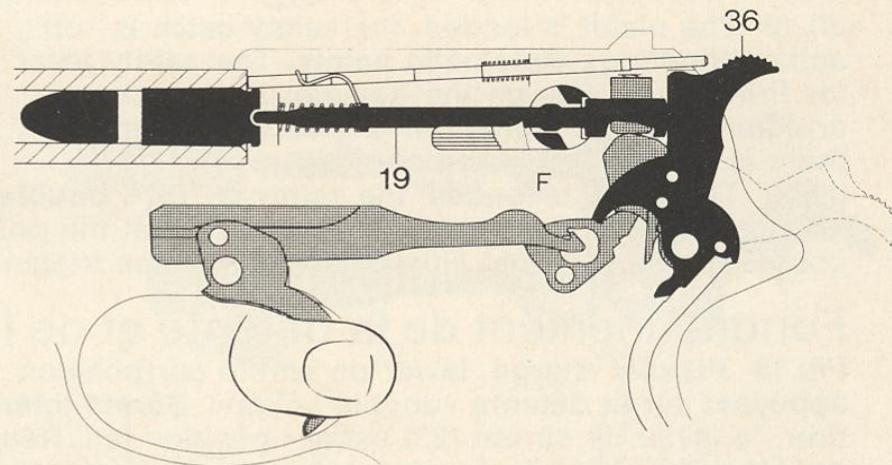

Abb.21
- Fig.21 Pistolet au moment du départ du coup.